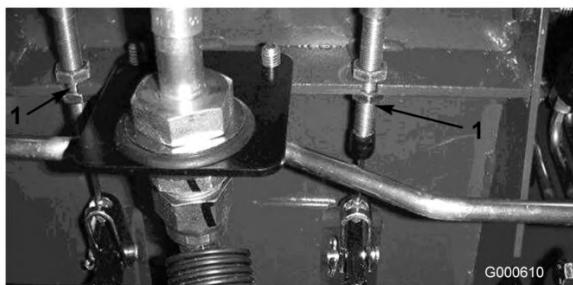

図 53
- A. ブレーキ・ケーブル（図 53）の端にある前ナットをゆるめる。